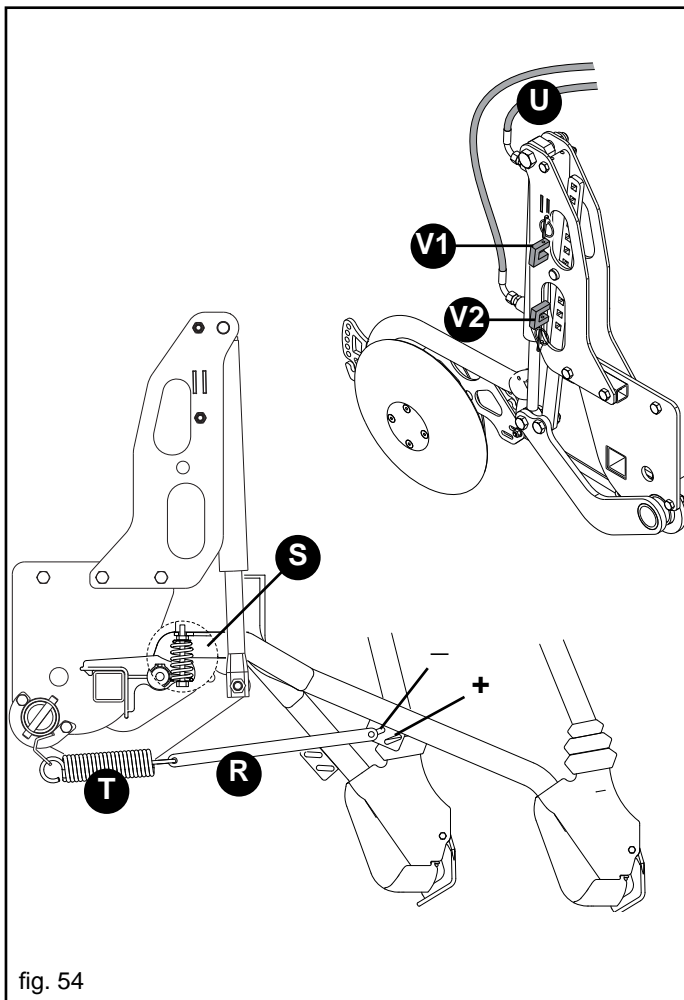

fig. 54
Die Blöcke (V1-V2, Abb. 54) begrenzen jeweils des Höchst- und Mindestdruck der Säscharrenreißer und dienen als Endanschlag des ölhydraulischen Zylinders.
Nur mit Stiefelscharrenreißern ist als Zubehör eine Feder (S, Abb. 54) verfügbar, die das Gewicht des einzelnen komplett entlasteten Federelements (T) annulliert. Dadurch wird eine oberflächliche Saatgutssteuerung ermöglicht.